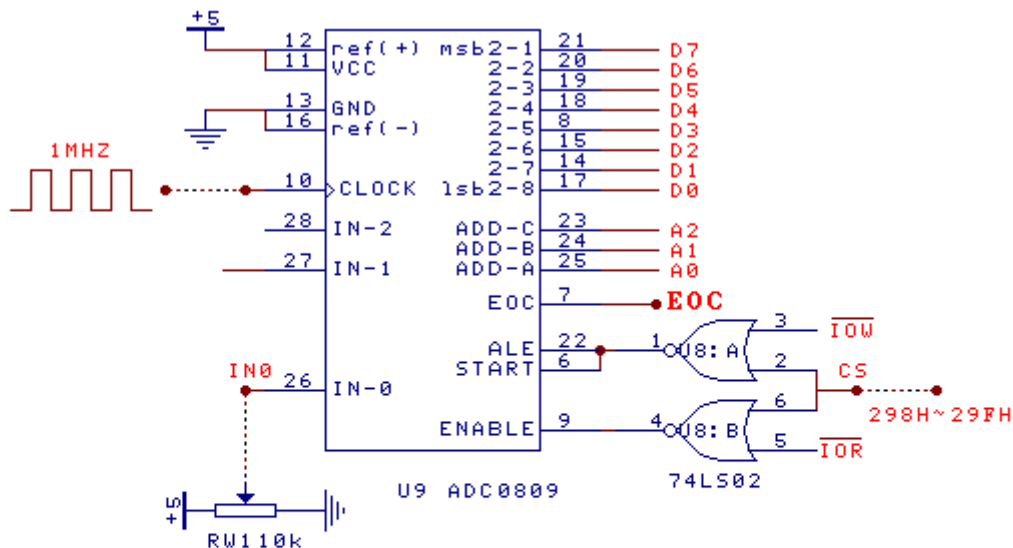

图4-18-1 模数转换电路
1、实验电路原理图如图4-18-1。通过实验台左下角电位器RW1输出0~5V 直流电压送入ADC0809通道0(IN0), 利用debug的输出命令启动A/D转换器, 输入命令读取转换结果, 验证输入电压与转换后数字的关系。